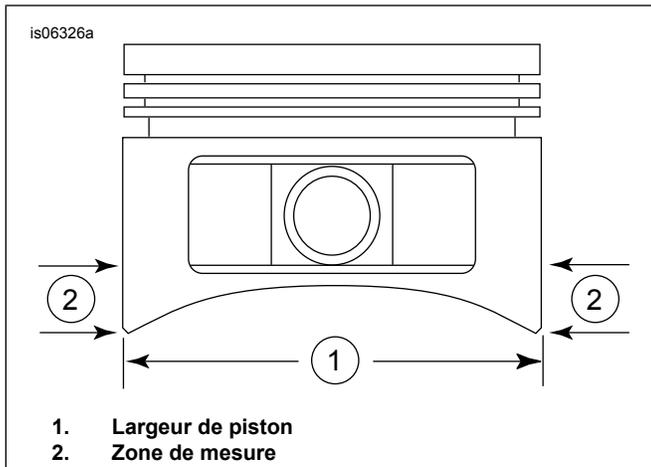

Figure 1. Dimensions de piston
5. Voir Figure 1. Mesurer la largeur du piston (1) à 90 degrés à l'horizontale des deux côtés du trou d'axe de piston et à 11,811 mm (0,465 po) vers le haut (2) à partir de la partie la plus basse de la jupe au-dessus du chanfrein. Voir le Tableau 2 pour l'ajustement piston/cylindre à cet emplacement.